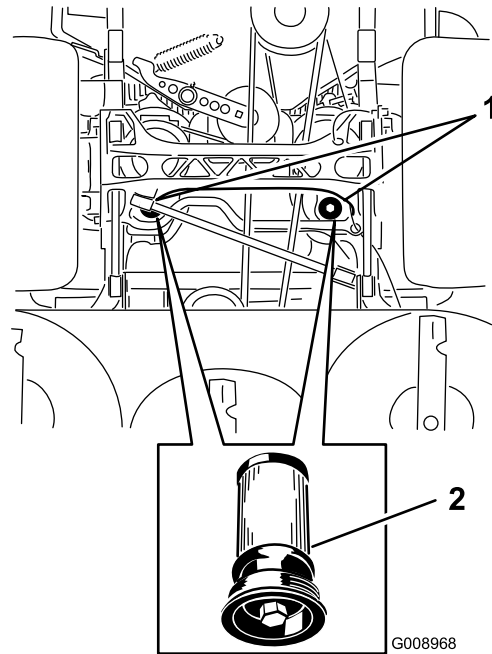

Figura 101
5. Collocate una bacinella di spurgo sotto il filtro, togliete il filtro usato e pulite la superficie (Figura 101).
6. Spalmate uno strato sottile di fluido idraulico sulla guarnizione di gomma del filtro di ricambio (Figura 101).